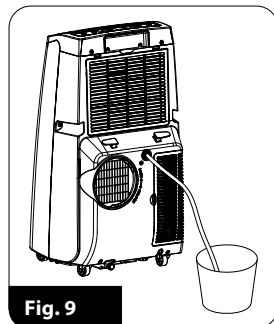

Fig. 9
- Skru av mutteren og fjern pluggen (6)
- Koble den andre enden av dreneringsslangen til et kar eller dreneringssystem (fig. 9)
**MERK FØLGENDE! Karet eller dreneringssystemet skal være under avløpet (6).**
**MERK FØLGENDE! Ikke koble avløpsslangen til vannutløpet (10) - det kondenserte vannet er aktivt involvert i avkjøling av enheten.**